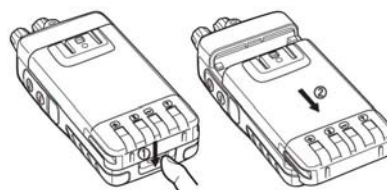

Рисунок 2
- (2) Если вам необходимо демонтировать блок аккумуляторов, нажмите защелку блока аккумуляторов на трансивере и потяните блок аккумуляторов вверх от трансивера (Рисунок 2).